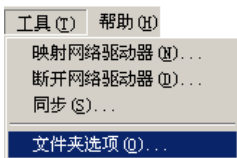
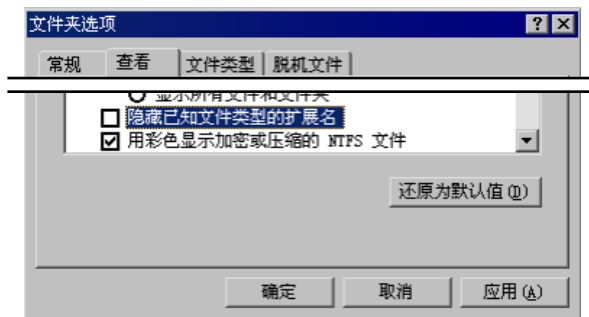

图 5.4.1 “工具”下拉菜单
图 5.4.2 “文件夹选项”对话框
- 如果在 Windows 操作系统的窗口中还是看不到版本号，可进行这样的操作：在 Windows 窗口中选择下拉菜单 **工具(T)**  **文件夹选项(O)...** 命令（如图 5.4.1 所示），在“文件夹选项”对话框的 **查看** 选项卡中，取消 ☐ **隐藏已知文件类型的扩展名**（如图 5.4.2 所示）。